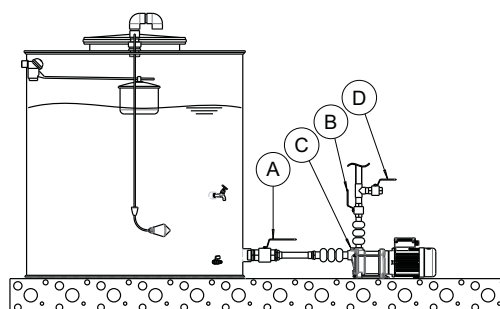

Figure 7: Exemple : installation d'une pompe en fonctionnement de pression
- Fermez le robinet d'arrêt de refoulement (B) ;
- Fermez le robinet d'arrêt d'aspiration (A) ;
- Dévissez le bouchon de remplissage (C) ;
- Ouvrez progressivement le robinet d'arrêt d'aspiration (A) jusqu'à ce que le liquide s'écoule du bouchon de remplissage (C) ;
- Fermez le bouchon de remplissage (C) ;
- Ouvrez le robinet d'arrêt de refoulement (B) ;
- Aérez la pompe sur le côté de décharge par exemple via une soupape d'aération sur le côté de décharge (voir Figure 7 Exemple : installation d'une pompe en fonctionnement de pression) ;
- Fermez la décharge de la soupape (B) d'arrêt ;